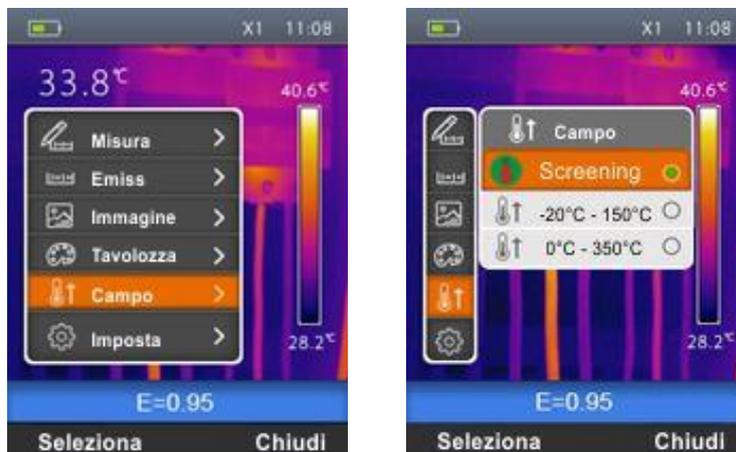

Fig. 27: Impostazione campo di misura dello strumento
1. Selezionare la voce “Campo” con i tasti  $\oplus$  o  $\ominus$  e premere il tasto . La videata di Fig. 27 – Parte destra è mostrata a display